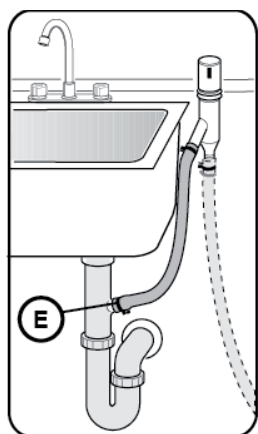

Figure 12
3. Sur le raccordement de vidange de lave-vaisselle sous l'évier via un dispositif de coupure anti-retour comme l'indique la Figure 12.